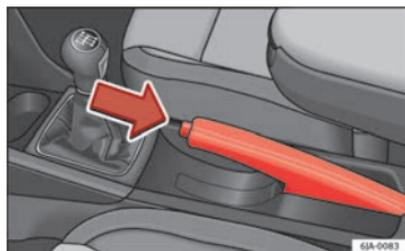

Fig. 102 Consola central: freno de mano
- Tire ligeramente de la palanca hacia arriba y **al mismo tiempo** presione el botón de desbloqueo ⇒ fig. 102.